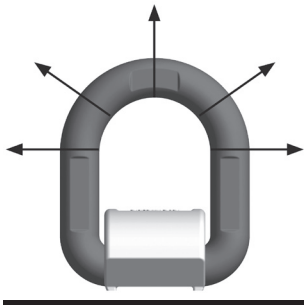

Figura 1
- Caricare solo nella direzione specificata (vedere la figura 1) con il carico massimo di lavoro in base alla tabella.